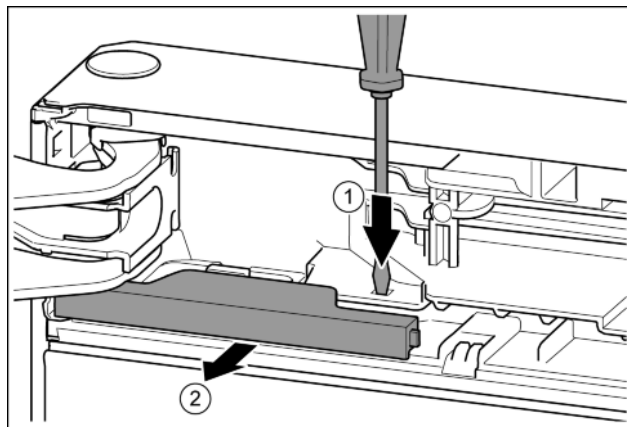

Fig. 14
- Plochým šroubovákem lamelu přitlačte. Fig. 14 (1)
- Kryt vytáhněte ze zářezky. Fig. 14 (2)